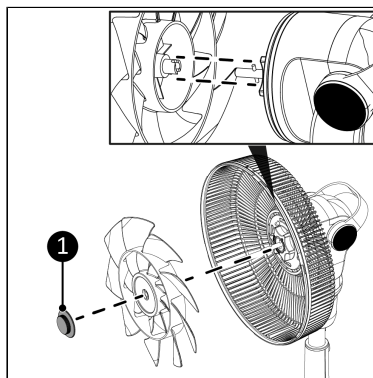

Abbildung 47.
13. Platzieren Sie die Flügelmutter (Abbildung 47, Pos. 1) und drehen Sie sie gegen den Uhrzeigersinn, um die Ventilatorflügel zu sichern.